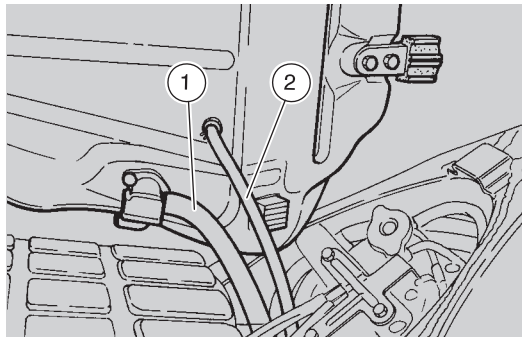

Fig. 39
- débrancher le tuyau du carburant (1-Fig. 39);
- débrancher le tuyau de purge du carburant (2-Fig. 39).